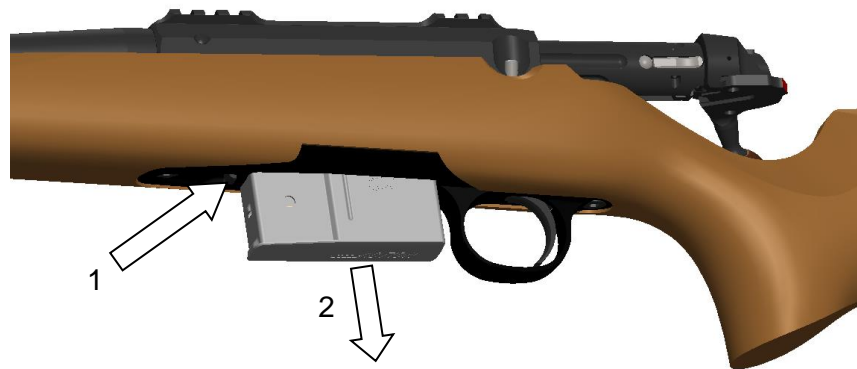

Bild 9
- 1) Mit der Hand unter das Magazin (Bild 9) greifen
- 2) Mit dem Zeigefinger den Magazinknopf (1) drücken
- 3) Magazin entfernen (2)